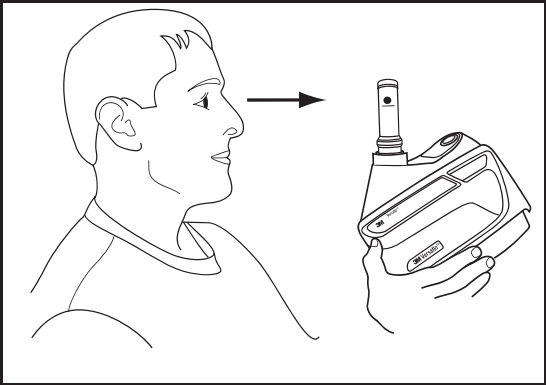

Fig. 15-2 Checando o fluxo de ar
- Com o indicador do fluxo de ar numa posição vertical, assegure-se de que a parte inferior da bola flutuante repousa, acima, ou na marca de vazão mínima para a "letra" representando a sua "Zona" (Fig. 15-2). O indicador de fluxo de ar deve estar na posição vertical para uma leitura precisa.